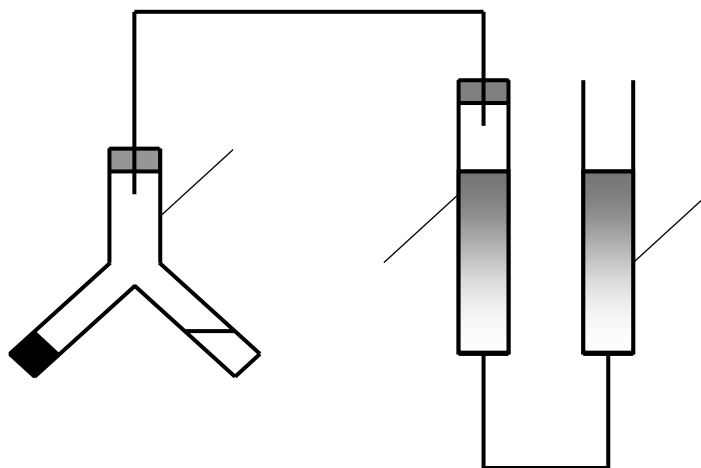

Рисунок 1. Схема прибора для определения объема выделившегося газа: 1 – измерительная бюретка, 2 – двухколенная пробирка Оствальда, 3 – уравнивающая бюретка.
Определение производят с помощью прибора (рис. 1), состоящего из измерительной бюретки (1) на 25...50 мл, двухколенной пробирки Оствальда (2) и уравнивающей склянки или бюретки (3). Бюретки укрепляют в штативе и заполняют дистиллированной водой. В исходном состоянии жидкость в сосудах 1 и 3 должна находиться на одном уровне.
1. В одно колено пробирки Оствальда (рис. 1) налейте 1,5 мл 3%-ного раствора H_2O_2 , в другое – 0,5 мл 0,1 М $\text{K}_2\text{Cr}_2\text{O}_7$.
3. Проверьте прибор на герметичность. Для этого уравнильный сосуд (3) поднимите на 10...15 см и закрепите в этом положении. Если прибор герметичен, то уровень жидкости в нём остается постоянным. Если прибор не герметичен, проверьте, плотно ли закрыта пробирка Оствальда (2) пробкой.
4. После проверки герметичности прибора установите бюретку (1) и сосуд (3) таким образом, чтобы жидкость в них находилась на одном уровне.
5. Отметьте положение уровня жидкости (мениска) в бюретке (1) – V_0 .
6. Осторожно поверните пробирку (2) так, чтобы растворы смешались и включите секундомер.